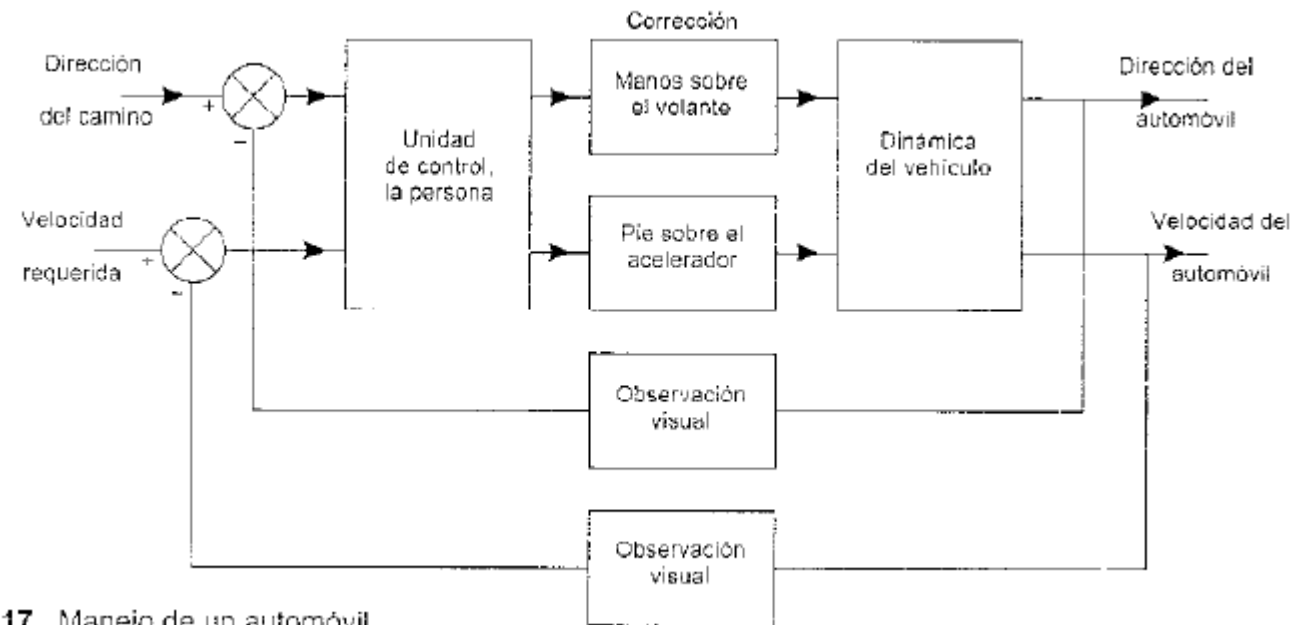

Figura 1.17 Manejo de un automóvil
5. Otro ejemplo de un sistema de control con dos variables por controlar es manejar un automóvil, éstas son, la dirección y la velocidad del automóvil (figura 1.17).